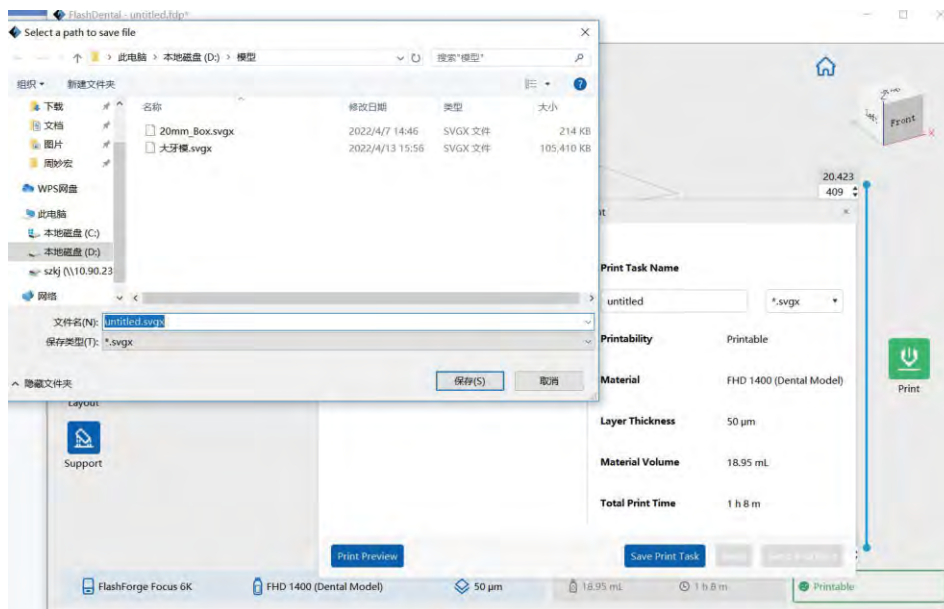

図60
6. 図60に示すように、ソフトウェアのメインインターフェースの右側にある[Print]ボタンをクリックし、スライスしたファイルを保存するパスを選択し、[Save Print Task]をクリックします。すると、スライスされたファイルの生成が開始されます。